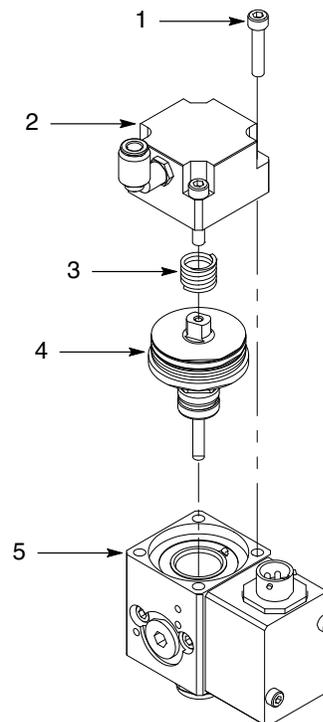

Figura 8 Tipica sostituzione della cartuccia di tenuta della valvola di uscita
1. Vedi figura 8. Togliere le viti (1) che fissano il cappuccio del cilindro pneumatico (2) al corpo (5).
2. Togliere la molla (3) dalla cartuccia di tenuta (4).
3. Con un piccolo cacciavite fare leva per rimuovere la cartuccia di tenuta (4) dal corpo (5).
4. Montare la nuova cartuccia di tenuta (4) nel corpo (5).
5. Installare la molla (3) in cima alla cartuccia di tenuta (4).
6. Montare il cappuccio del cilindro pneumatico (2) sul corpo (5) usando le viti (1). Stringere saldamente le viti.